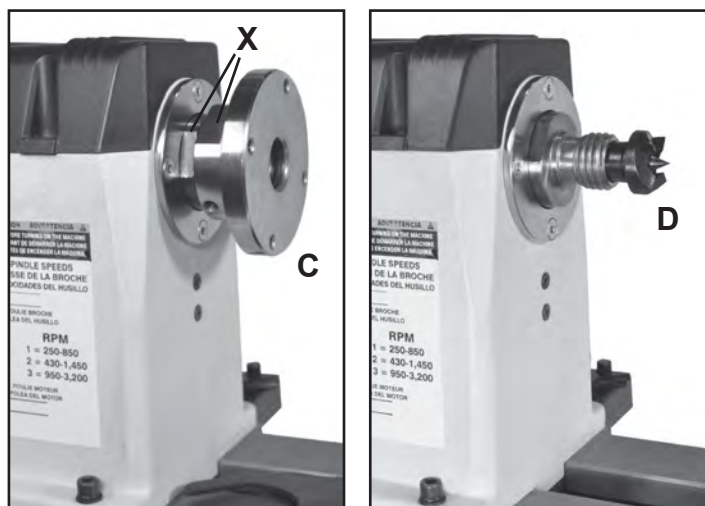

FIG. 2
**3. PLATO DEL CABEZAL FIJO:** Se utilizan platos (#22B, Fig. 2, C) para torneado de tazones y discos. Los orificios de tornillo en el plato para montar la pieza de trabajo para el torneado.
- Para quitar el plato, afloje los tornillos de fijación. Utilice la Llave de 38mm incluida en la porción plana del husillo (FIG. 2, X) y la Llave de 46mm en las partes planas del cubo trasero del plato. Luego, afloje el plato del husillo. Vire el plato hacia la izquierda para quitarlo completamente del husillo.
**4. LA PUNTA DE ESPUELA DEL CABEZAL FIJO:** La Punta de espuela (#23B, FIG. 2, D) se utiliza para torneado entre puntas. Se encaja en el husillo. Tanto el husillo como la punta de espuela tienen los mismos conos MT-2. Se puede quitar la punta de espuela del husillo con el Expulsador largo (K) introducido por el extremo izquierdo exterior del husillo.
**NOTA:** Tenga cuidado y aguante la punta de espuela al hacer esto para que no salga volando para caer en el piso. Se provee un Expulsador corto (L) para quitar la punta céntrica de la Punta de espuela si se tiene que reemplazar.